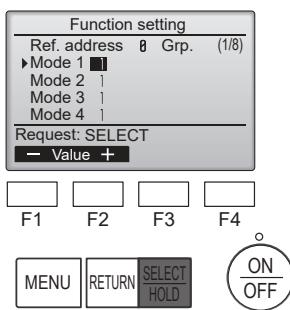
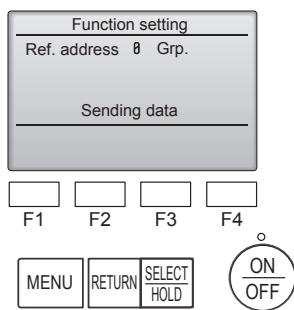

Fig. 7-15
Fig. 7-16
- ⑥ (Fig. 7-15) (Fig. 7-16)
- ① Vaya al modo de selección de función